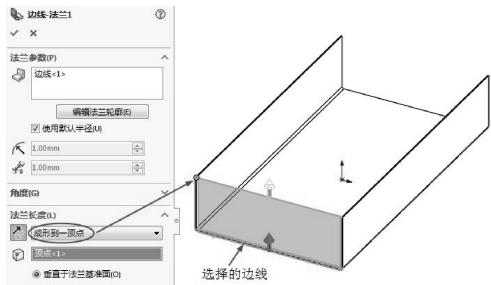

图 6-71 生成边线法兰 1
- 04 在【钣金】选项卡中单击【边线法兰】按钮，弹出【边线 - 法兰】属性面板。选择钣金件一侧边线，选择法兰长度为【成形到一顶点】，单击侧边顶点，生成边线法兰，如图 6-71 所示。